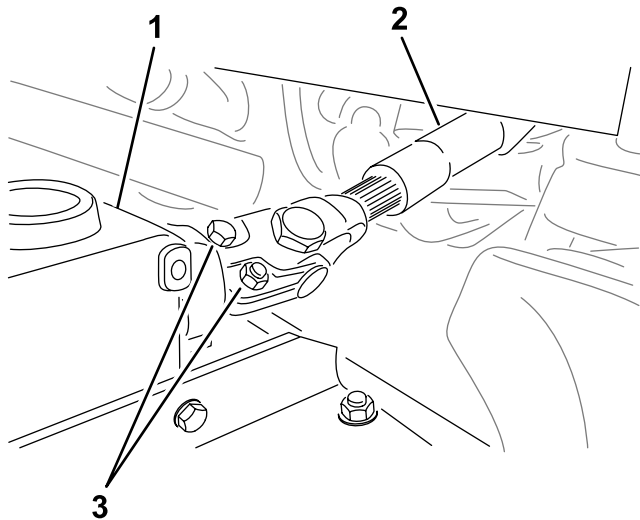

Figura 21
- Retire los pernos y las tuercas del eje de la TDF (Figura 21) y deslice la horquilla para sacarla de la caja de engranajes.